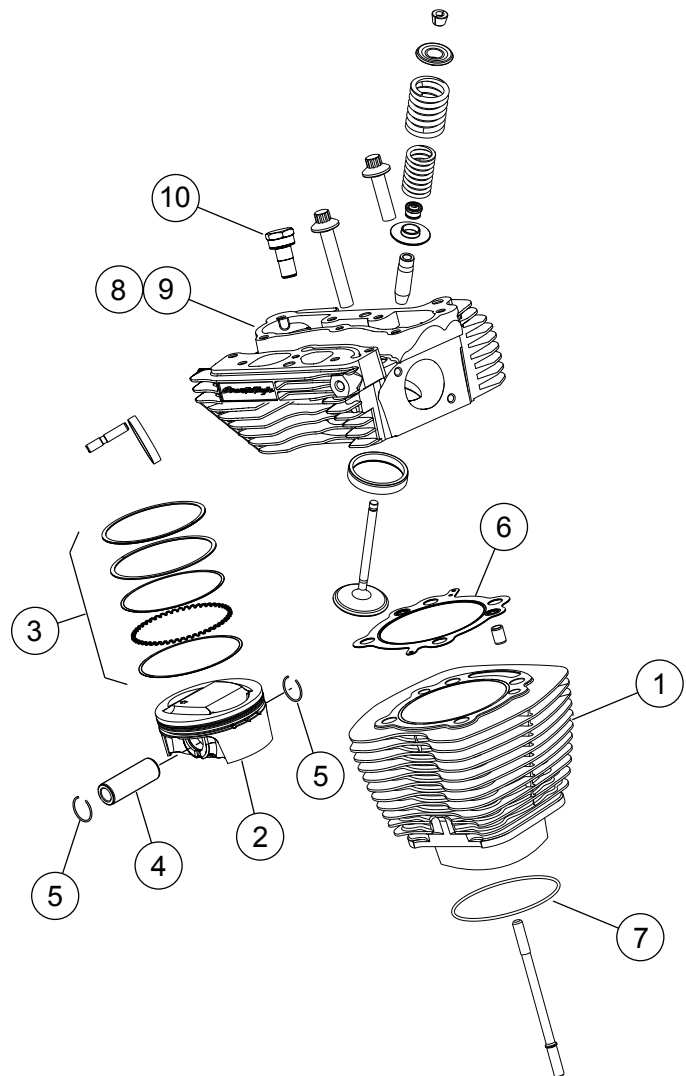
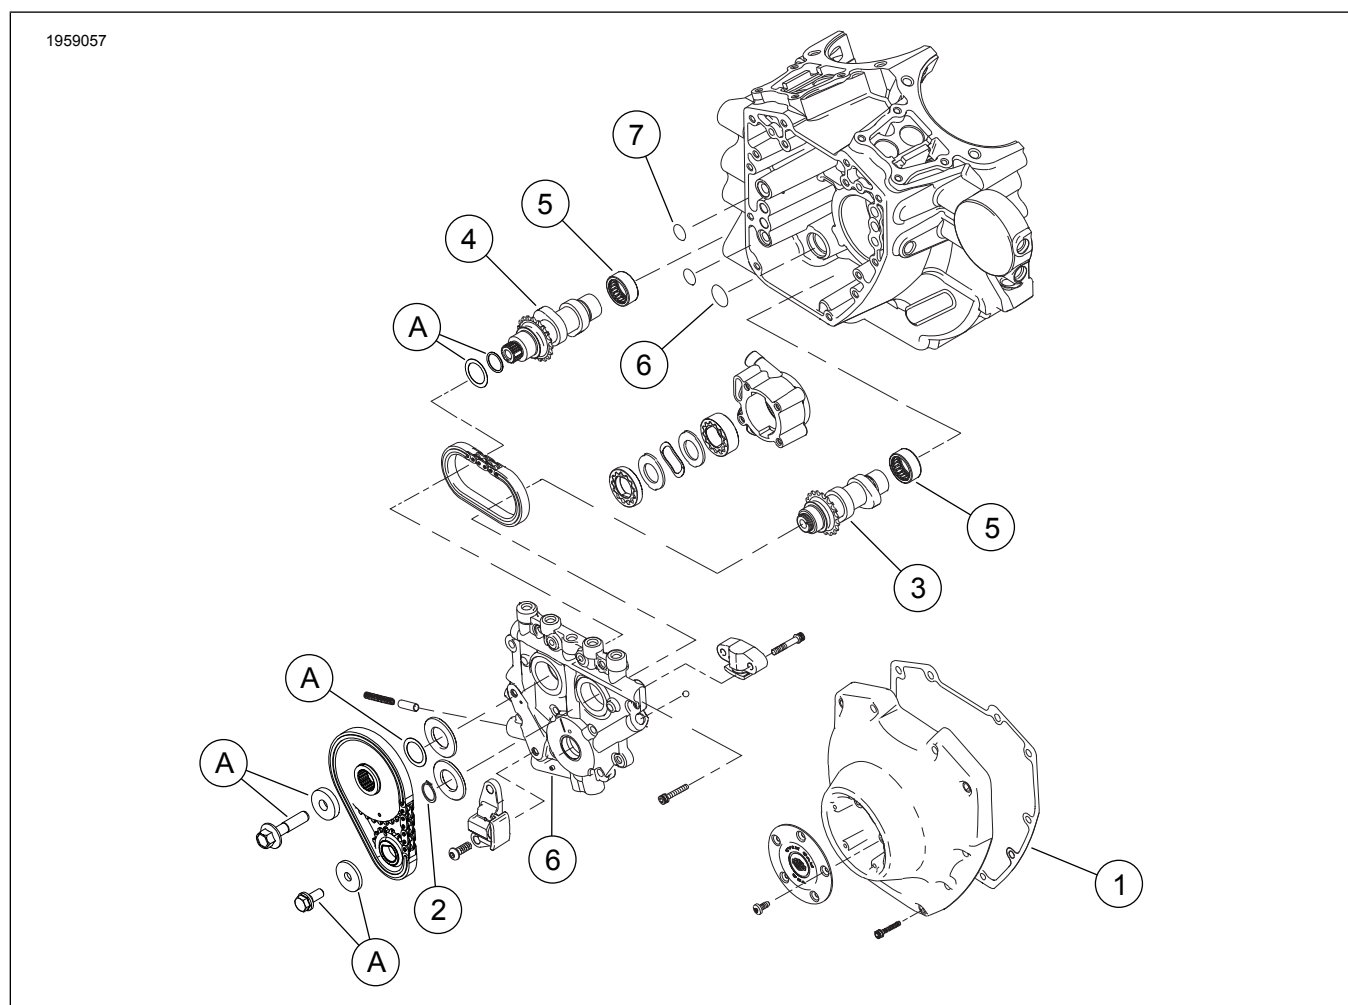

Рисунок 1. Запасные части: Комплект 4 ступени для двигателя Screamin' Eagle Pro TC 103 CI (1690 куб. см)
Рисунок 3. Запасные части: Комплект 4 ступени для двигателя Screamin' Eagle Pro TC 103 CI (1690 куб. см)
См. с Рисунок 1 по Рисунок 3 и с Таблица 1 по Таблица 3
1. См. Рисунок 3 . Осмотрите игольчатые подшипники распределительного вала (5) и при необходимости замените.
2. См. Рисунок 1 по Рисунок 3 . Прикрепите кулачки к кулачковой шайбе, высокопроизводительным головкам и верхнему концу двигателя, используя детали из комплекта. См. соответствующие разделы ДВИГАТЕЛЬ руководства по техническому обслуживанию.